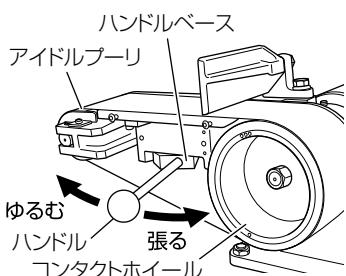

図 9
(2) 付属のハンドルをハンドルベースに挿入し、ハンドルを図のゆるむ方向に引いて、アイドルプーリーをコンタクトホイール側に寄せます。（図9）
(4) ハンドルを図9の張る方向へ静かに戻しますとアイドルプーリーは元に戻り、研磨ベルトは適切な張りになります。
(5) カバーを元のように取付けて、付属の六角棒スパナ（3 mm）で取付けネジを締付けて固定します。